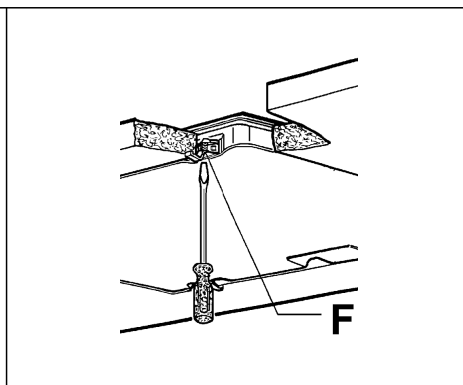

ABB. 5
- Das Gerät durch Anziehen der Befestigungsschrauben "F" der Haken blockieren (siehe Abb. 5).